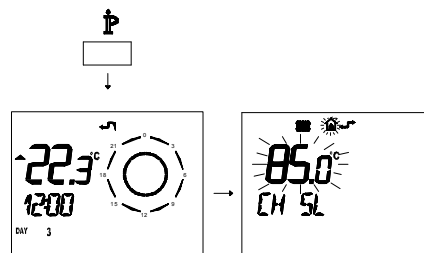

Fig. 5.45
- Premere per più di 3 secondi il pulsante P per entrare in modalità **INFO** (Fig. 5.45).